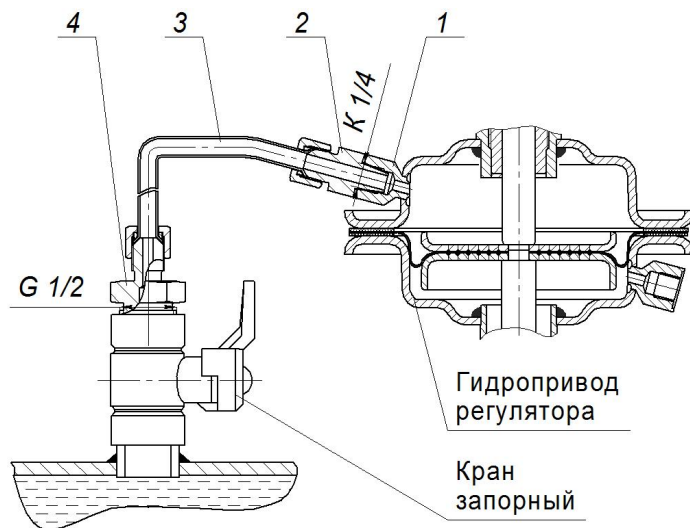

Рисунок 6 – Пример подключения камеры мембранного привода
8.4. При расчёте, подборе и настройке РД очень важно учитывать условия возникновения кавитации, прежде всего, для предотвращения повреждения трубопроводов и оборудования или, как минимум, возникновения шумов и вибраций. Для этого рекомендуется руководствоваться диаграммой кавитаций (рис.6).